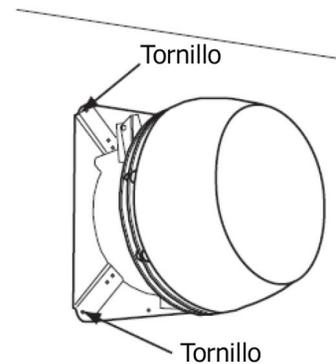

FIGURA 32
5. Para facilitar la instalación, desmonte la base del ventilador retirando los tornillos que sujetan las bisagras. Centre la base del ventilador sobre la salida y atornille la base a la pared con las bisagras apuntando hacia arriba. (**Figura 32**)